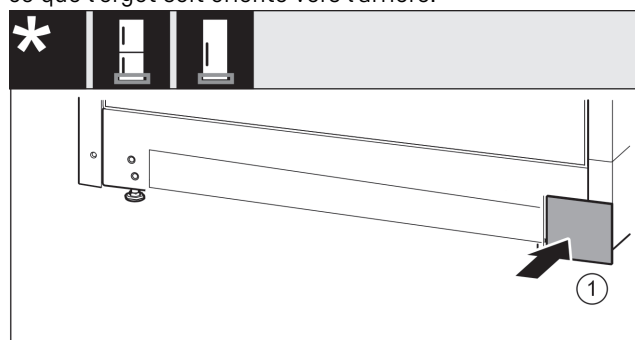

Fig. 17
- Remettre le cache Fig. 17 (1) en place de l'autre côté.